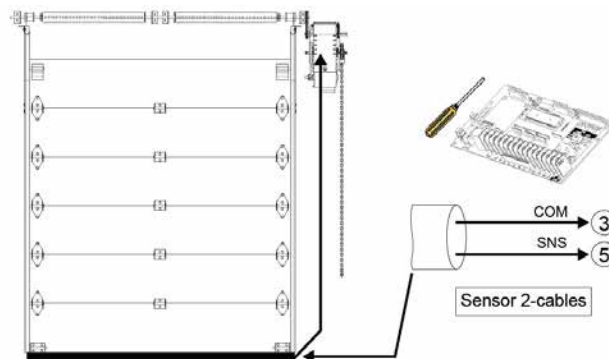

Figura 31 - Borde sensible eléctrico
3. Utilizar un cable en espiral o carrete de recogida para conectar los cables del borde sensible a los terminales del operador. Instalar cables eléctricos de acuerdo a la Figura 31.